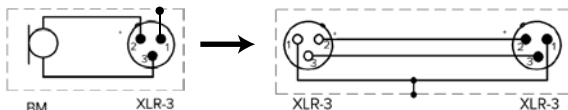

рис. 4
1. Присоедините микрофон к микшерному пультау или аудиоинтерфейсу микрофонным кабелем XLR-3 (рис. 4)